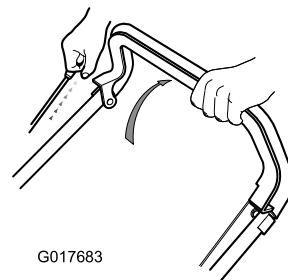

Bild 12
1. Halten Sie den Motorstopfgriff gegen den Bügel (Bild 12).
2. Ziehen Sie am Rücklaufstartergriff (Bild 12).